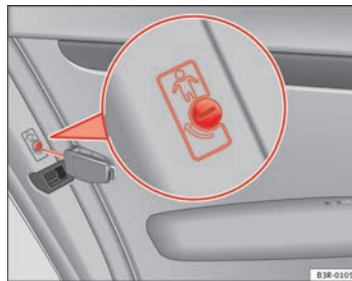

Fig. 77 Seguro para niños en las puertas traseras
- Gire la llave en la dirección de la flecha ⇒ página 109, fig. 77.